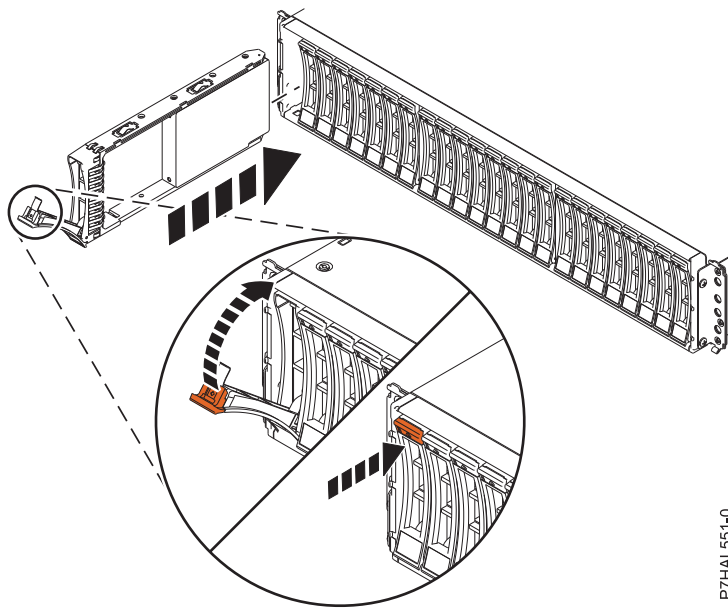

Figura 25. Instal·lació o substitució de la unitat de disc a allotjament d'unitats de disc 5887
2. Amb la nansa en posició de desbloqueig, tal com es mostra a la Figura 25 a la pàgina 26, , aguanteu la part inferior de la unitat mentre l'alineu amb les guies a l'allotjament.
4. Bloquegeu la unitat fent girar la nansa del compartiment (A) en la direcció que es mostra a Figura 25.